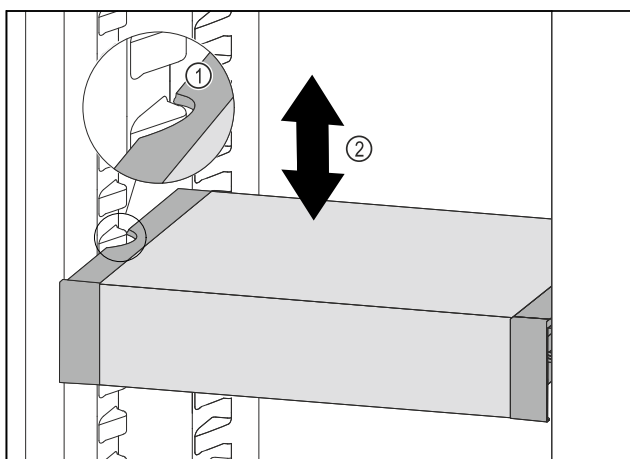

Fig. 67
- ▶ Táhněte VarioSafe dopředu, dokud nebudou boční vybrání VarioSafe na úrovni žebrování na nádoby v chladničce. Fig. 67 (1)
- ▶ Posouvejte VarioSafe v chladničce nahoru nebo dolů, dokud nedosáhnete požadované výšky. Fig. 67 (2)